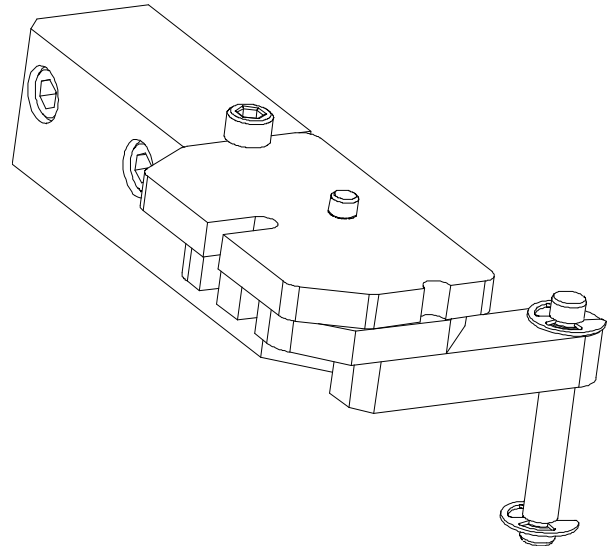

Figure 1: Dispositif de Coupe Rapide de Fil
Le dispositif de coupe de fil QWT-3 est fourni en standard avec les articles illustrés sur la Figure 1. Avant de procéder à l'installation, lisez et veillez à bien comprendre les opérations d'installation et d'utilisation figurant dans ce manuel.
1. Retirer le dispositif de coupe de fil QWT-3 du carton dans lequel il a été expédié. Vérifier la présence de tous les articles illustrés sur la Figure 1 et les identifier. En cas d'absence de l'une quelconque des pièces, bien vouloir en aviser le distributeur de soudage Tweco local ou le service clientèle de Tweco Products au 1-800-426-1888